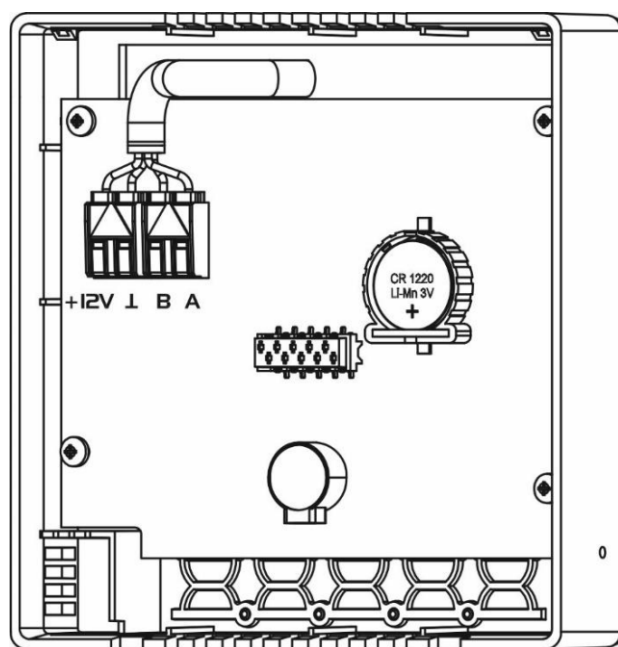

Рис. 4 Подключение проводов к пульту RC 4.
1.3 Провода необходимо подключить к клеммам согласно рис. 4